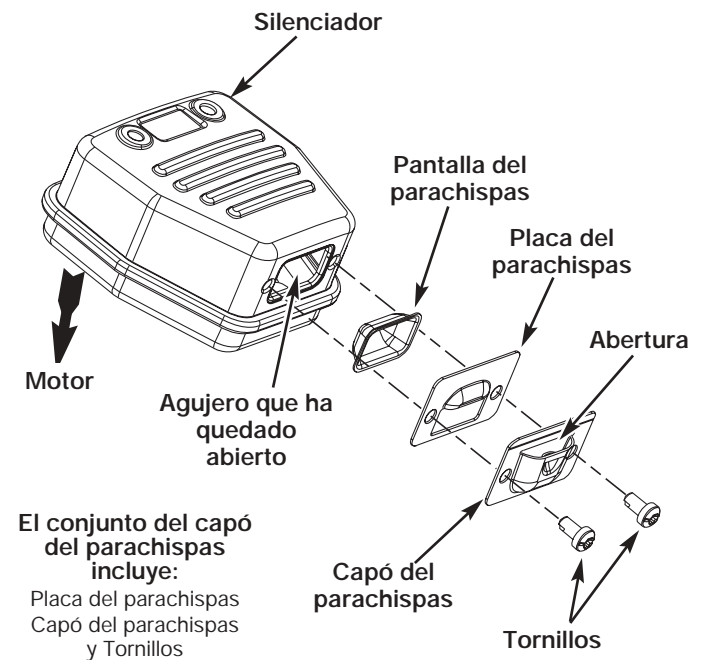

Fig. 41
2. Localice el silenciador, pero no lo quite. Busque los dos (2) tornillos en la parte inferior del silenciador (Fig. 41). Estos dos tornillos unen el conjunto de deflector de escape y la pantalla del parachispas a la parte inferior del silenciador. Quite los dos (2) tornillos usando una llave torx No. 20 o un destornillador plano.
6. Coloque la placa del parachispas encima del parachispas con el lado "levantado" hacia arriba mirando al motor (Fig. 41).
7. Coloque el capó del parachispas encima de la placa del parachispas con el lado "levantado" hacia arriba y la apertura mirando en dirección CONTRARIA al motor (Fig. 41). Asegúrese de que el escape se dirija en dirección CONTRARIA al motor.